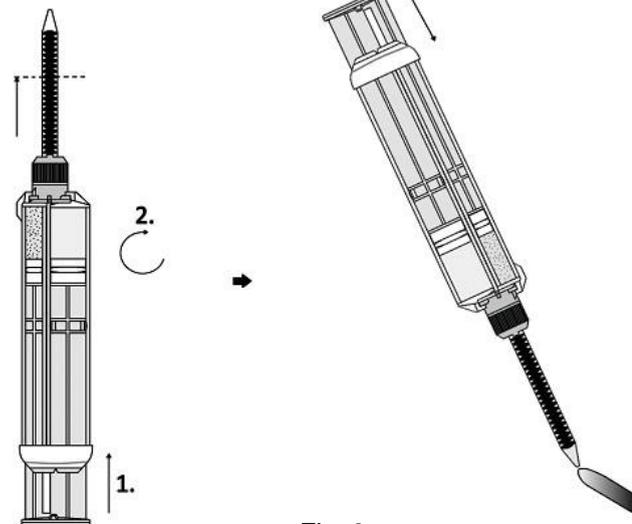

Fig. 8
12. Remplissez l'embout de l'applicateur en appuyant sur le piston jusqu'à ce que l'embout soit rempli de solution et qu'une bande d'environ 3 cm de NE'X Glue® soit pressée sur une surface stérile à usage unique (par exemple une compresse de gaze). Il est recommandé de commencer le pré-remplissage avec la seringue tenue en position verticale jusqu'à ce que la moitié de l'embout de l'applicateur soit remplie de solution. Lorsque la solution remplit environ la moitié de l'embout de l'applicateur, dirigez l'embout vers le bas tout en continuant à appuyer sur le piston pour éjecter la bande de NE'X Glue® (fig. 8).